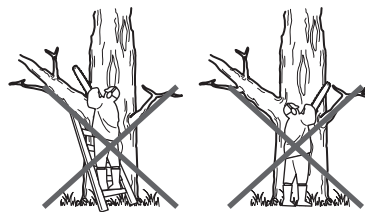

Fig. 21
- > Ne tenez jamais l'appareil à bout de bras, et n'essayez pas de couper dans des endroits difficiles à atteindre. N'utilisez pas l'appareil debout sur une échelle. Ne le tenez jamais au-dessus des épaules (Fig. 21).